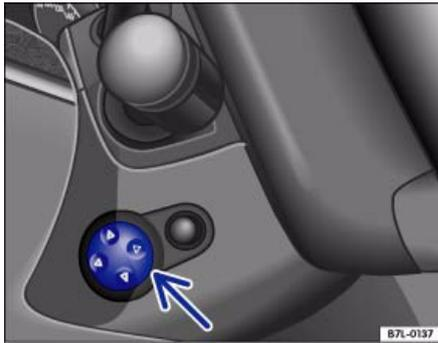

Abb. 60 Taste für elektrische Lenkradeinstellung
- Drücken Sie die Taste links an der Lenksäule ⇒ **Abb. 60** solange, bis die gewünschte Einstellung erreicht ist.